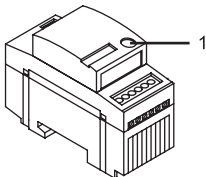

Fig. 5
Nedenstående dimmerfunksjoner aktiveres ved hjelp av forskjellige betjeningstider for funksjonstasten (se fig. 5).
- Still inn den ønskede lysstyrkeverdien med dreieknapp eller tast. Trykk så kort på funksjonstasten (fig. 5). For å slette slår du av dimmeren og trykker kort på funksjonstasten.